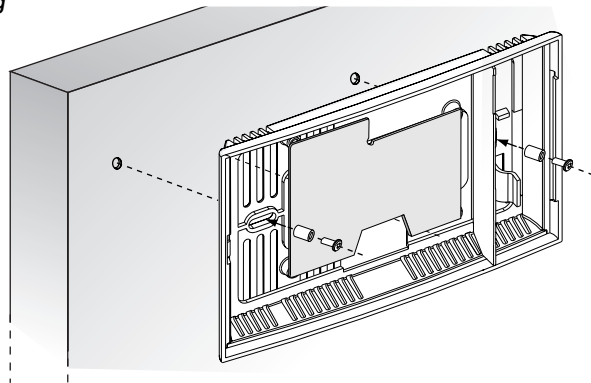

Fig. 1
Per l'apertura della sonda si deve procedere come illustrato in Fig. 2, per il fissaggio (come in fig. 1):
- per il montaggio su parete si consiglia di utilizzare i tasselli (S5 + viti 3,5x45) mentre per il montaggio sul pannello metallico si consiglia l'utilizzo delle viti (M3x25). **N.B.:** per evitare di danneggiare il sensore durante l'avvitamento delle viti e di provocare un eventuale messa a terra della calza di protezione del sensore, si consiglia l'uso dei distanziali (vedi Fig. 1) presenti nel kit di fissaggio all'interno dell'imballo.
In order to open the probe you have to operate as explained in Fig. 2; in order to fasten it, see figure 1:
- whereas for the metallic panel mounting it is advisable to use the screws (M3x25). **N.B.:** to avoid damaging the sensor during the screwing of the screws and causing a possible earth connection of the sensor protection shield, it is advisable to use the spacers (see Fig. 1) contained in the fastening kit within the packaging.